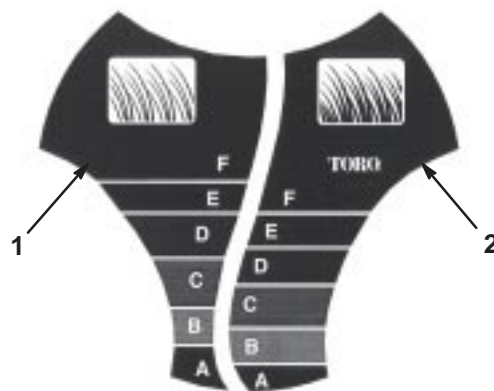

Figure 12
Le système *SmartWheel™* comporte deux échelles de coupe : *Clairsemée/Normale* et *Drue*—de manière à garantir une hauteur de coupe adaptée quelle que soit la nature de l'herbe (Fig. 12). Utilisez principalement l'échelle *Clairsemée/Normale* pendant les mois d'été. L'échelle *Drue* est utilisée de préférence quand l'herbe est drue et humide, généralement au printemps.
2. Amenez la tondeuse sur la surface de travail, arrêtez-vous quand le dessin *SmartWheel* est vertical sur l'une des roues arrière (Fig. 12).